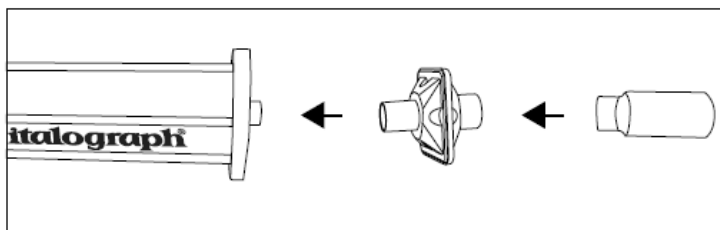

Figure 9
1. Fixer la tête d'expiration à la seringue avec un filtre BVF monté comme indiqué à la figure 9.